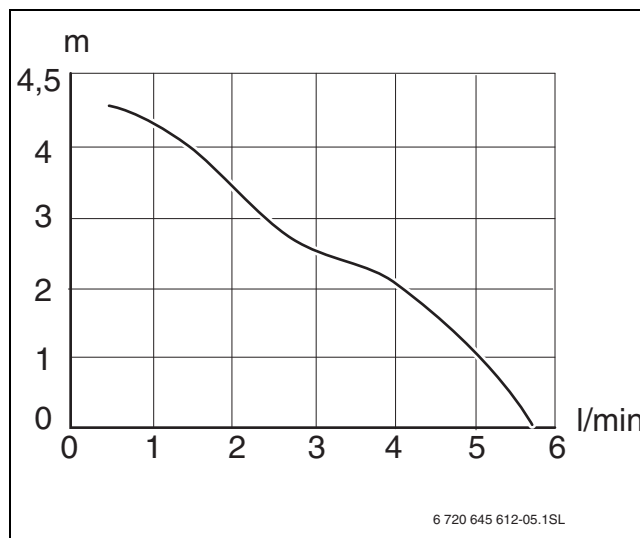
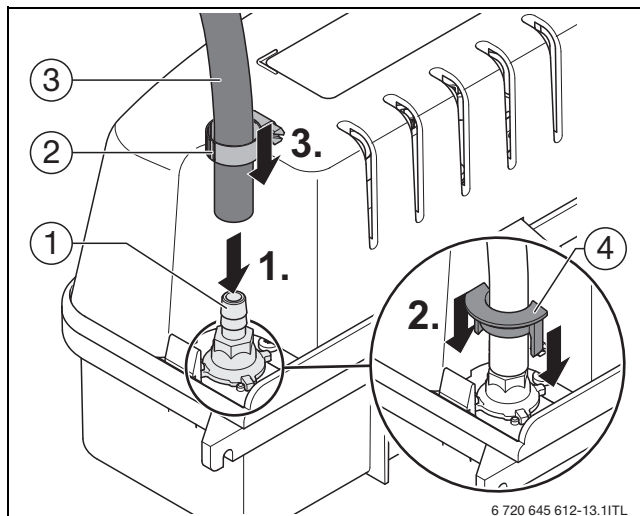
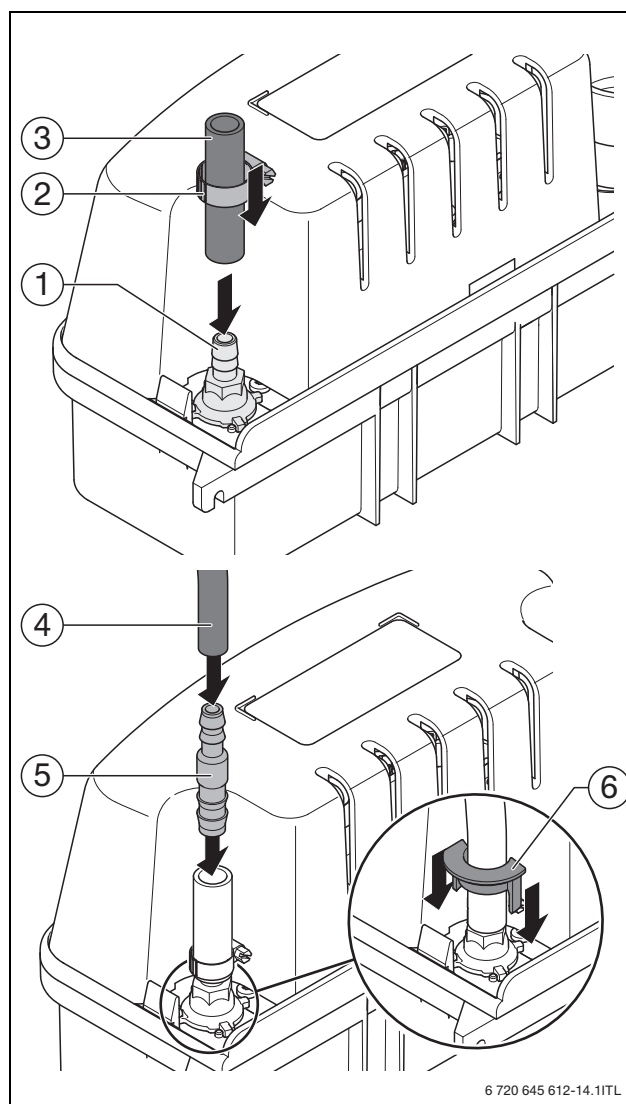
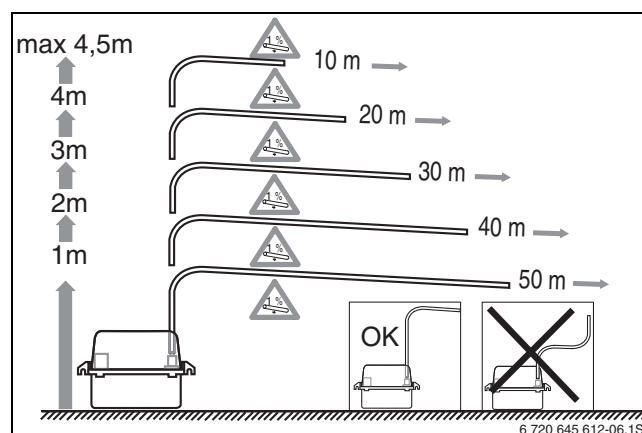

Fig. 3 Curent de hidrotransport (l/min) în funcție de înălțimea de sarcină (m)
Fig. 8 Montarea furtunului de golire
Fig. 9 Montarea furtunului de golire cu adaptor
Fig. 10 Montarea furtunului de golire
- Țineți cont de înălțimea maximă de transport de 4,5 m (→ fig. 3 și fig. 10).
- Aveți în vedere pozarea corectă a furtunului cu o pantă descendentă de 1 % (→ fig. 10).
- În cazul unor diametre diferite a furtunurilor folosiți adaptorul (→ fig. 9).
- Fig. 3, fig. 8, fig. 9 și fig. 10.